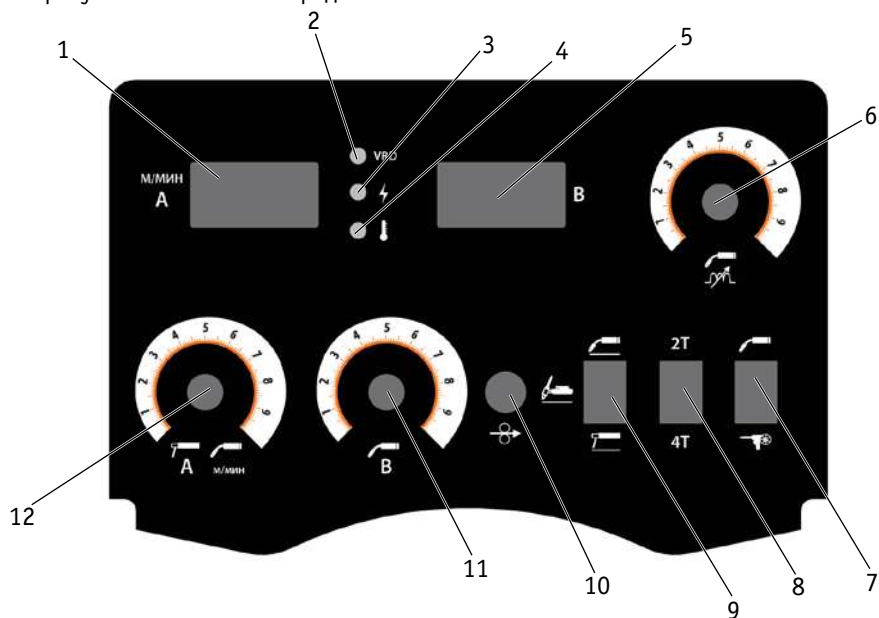

Рис. 7.1. Передняя панель источника питания.
| 2. Панель управления (См. рис. 7.1)              | 10. Тумблер включения                |
1. Нажать и держать кнопку холостого прогона сварочной проволоки (См. рис. 7.1, поз. 10).
3. После включения отпустить кнопку холостого прогона проволоки. На дисплее №1 (См. рис. 7.1, поз. 1) появятся значения «PX» – номер ячейки. На дисплее №2 (См. рис. 7.1, поз. 5) появятся значения «XXX» – диапазон регулировки.
4. Регулятором скорости подачи проволоки (См. рис. 7.1, поз. 12) выбрать ячейку.
5. Регулятором напряжение на дуге (См. рис. 7.1, поз. 11) установить параметр.